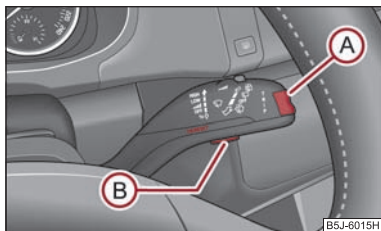

Fig. 20 Indicatorul multifuncțional:
- Apăsati tasta ② ⇒ fig. 20. Pe afișajul informativ* se afișează **Speed warning 50 km/h (Avertizare la 50 km/h)**. Puteți adapta această valoare cu ajutorul tastei ①, selectând o valoare mai ridicată, respectiv mai scăzută.
- La reapăsarea tastei ②, valoarea se memorează.
Dacă veți depăși această limită de viteză, pe display se va afișa **Speed 50 km/h exceeded (Depășire viteză 50 km/h)**. Acest text se menține afișat până când reduceți viteza sub limita reglată, sau dezactivați textul de la tasta ② ⇒ fig. 20.